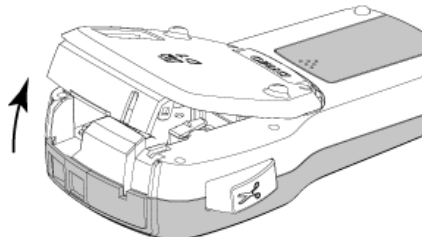

Abbildung 4
- 1 Heben Sie den Kassettendeckel an, um das Etikettenfach zu öffnen (siehe Abbildung 4).